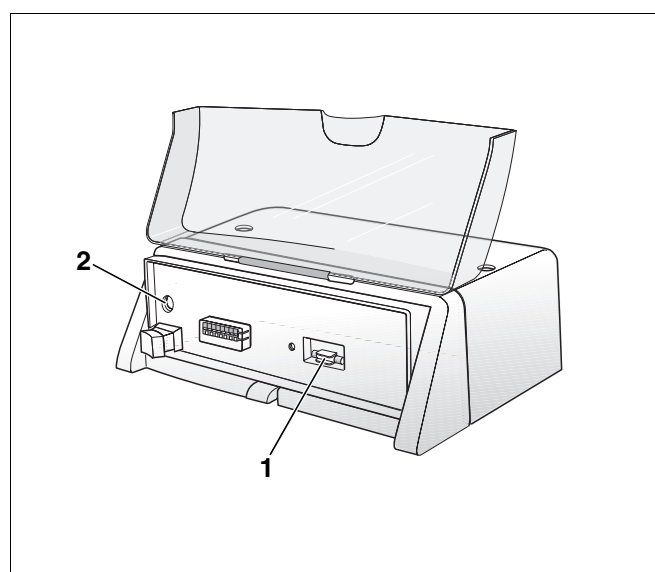

Fig. 6 Sostituzione del fusibile dell'impianto di riscaldamento
Sul lato anteriore dell'apparecchio di regolazione (sotto il dispositivo di controllo base) è situato un fusibile di riserva per l'impianto di riscaldamento (fig. 6, **pos. 1**).
- Con un cacciavite togliere la protezione del fusibile ruotando in senso antiorario (fig. 6, **pos. 2**).
- Sfilare in avanti la protezione con il fusibile guasto (fig. 6, **pos. 2**).